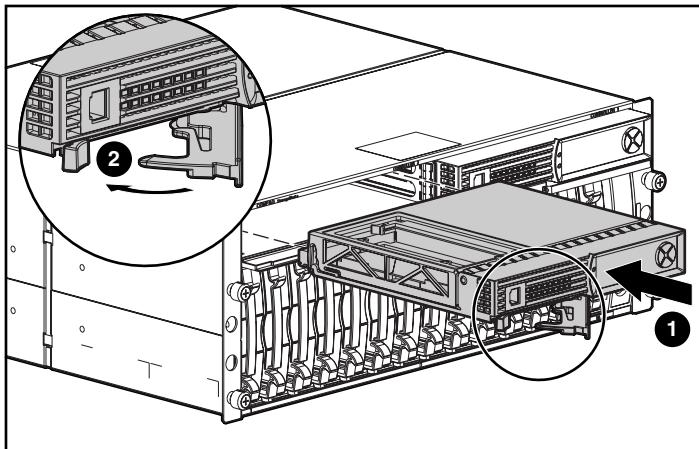

Figura 4: Installazione del controller di sostituzione
3. Come mostrato nella Figura 4, inserire il controller di sostituzione all'interno del telaio ①.